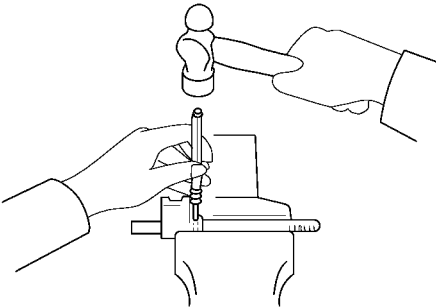

图 10-34 用尖头冲子和锤子敲入带槽弹簧销
1) 将 1 挡和 2 挡换挡头装到 1 挡换挡叉轴上，用尖头冲子和锤子敲入带槽弹簧销，如图 10-34 所示。